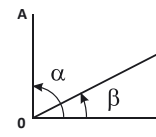

Fig. 5
- c) Angolo: Puntare il filo verticale del rete dei fili sul bersaglio A e prendere il conteggio dell'angolo  $\alpha$  sul limbo. Puntare verso il bersaglio B e prendere il conteggio dell'angolo  $\beta$  sul limbo. Angolo tra A e B sarà uguale  $\alpha - \beta$  (Fig. 5).